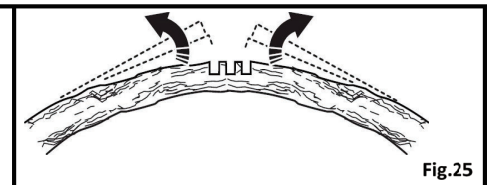

Fig.25
- Continúe cortando más profundo hasta que el árbol / rama se doble y se libere la tensión. Corte el árbol / rama desde fuera de la curva, después de la tensión (Fig. 25).